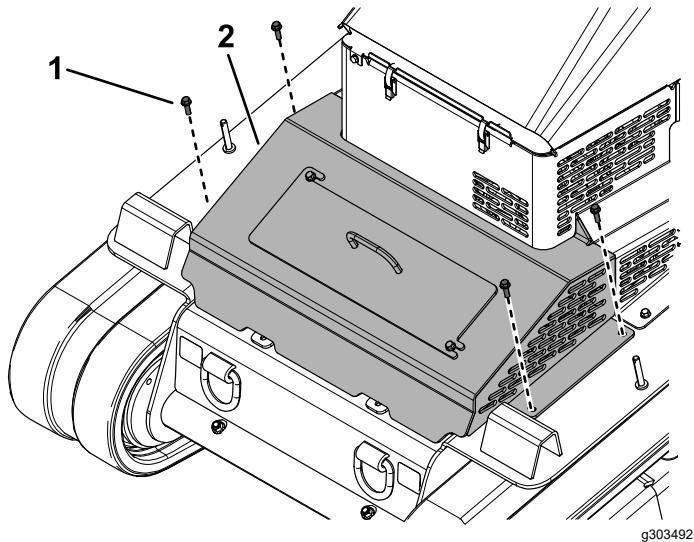

Figura 39
2. Retire los 4 pernos que sujetan la cubierta a la máquina (Figura 39).
1. Perno (4)      2. Conjunto de cubierta delantera.
3. Retire el conjunto de cubierta (Figura 39).